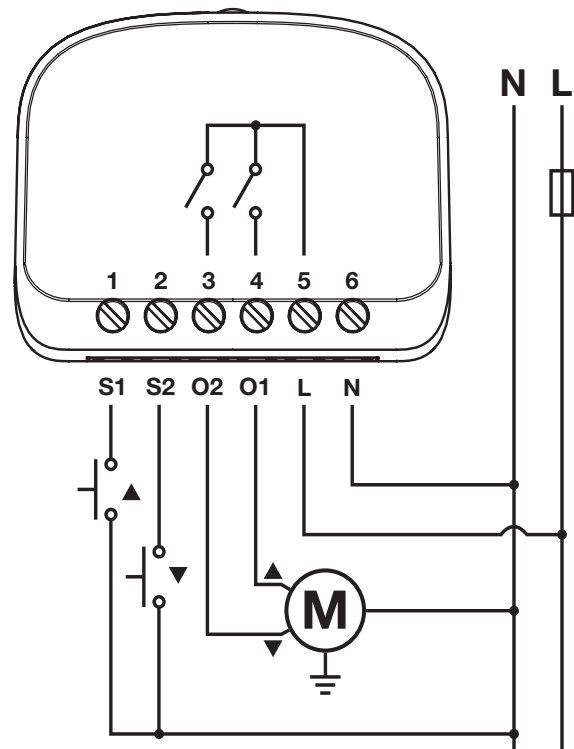

fig.1 Aansluitschema van de BiDi-Sluiser
Memoriseren en programmeren is mogelijk via de programmeertoets (afbeelding 1) op de BiDi-Sluiser.
1.	Houd de programmeertoets ingedrukt (fig. 1).
2.	Laat de programmeerdrukknop los (fig. 1) wanneer de LED rood oplicht (1e positie).
2.	Laat de programmeertoets los (fig. 1) wanneer de LED oranje oplicht (2e positie).
1.	Houd de programmeerdrukknop (fig. 1) ingedrukt.